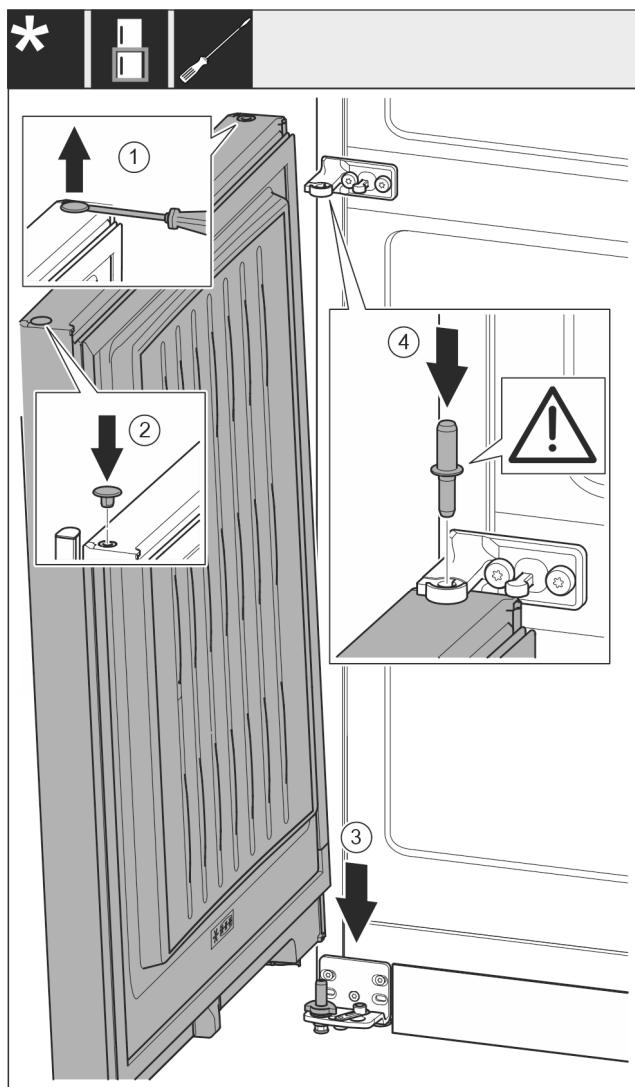

Fig. 29
- ▶ Ravnim odvijačem oprezno podignite čep i izvadite ga. Fig. 29 (1)
- ▶ Ponovo umetnite čep na drugoj strani vrata. Fig. 29 (2)
- ▶ Stavite vrata odozgo na donji svornjak ležaja. Fig. 29 (3)
- ▶ Umetnute srednji svornjak ležaja kroz srednji podložak ležaja u donja vrata. Pri tome pazite da je ispuštenje za blokiranje okrenuto prema otvara. Fig. 29 (4)